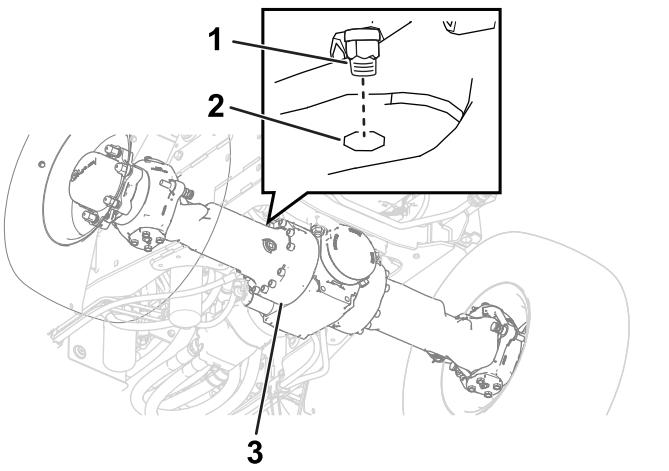
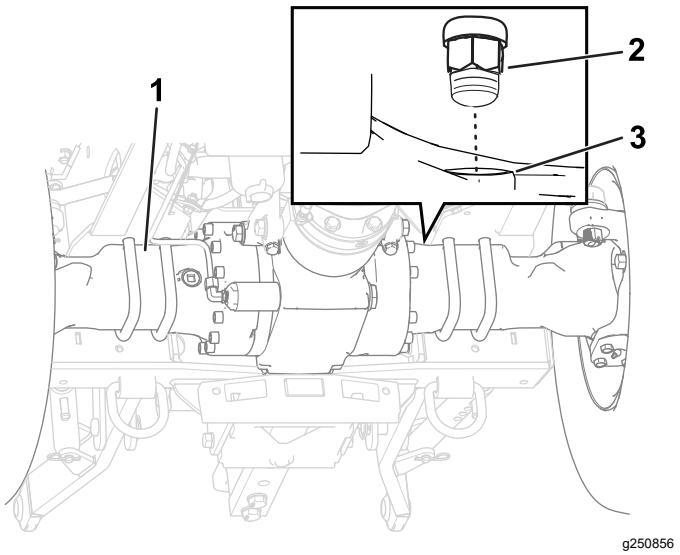

図 103
図 104
- ブリーザの周囲を洗浄用の溶剤で拭く図 103と図 104。
- 前アクスルと後アクスルからブリーザを外す図 103と図 104。
- 前アクスルと後アクスルにブリーザを取り付ける図 103と図 104。